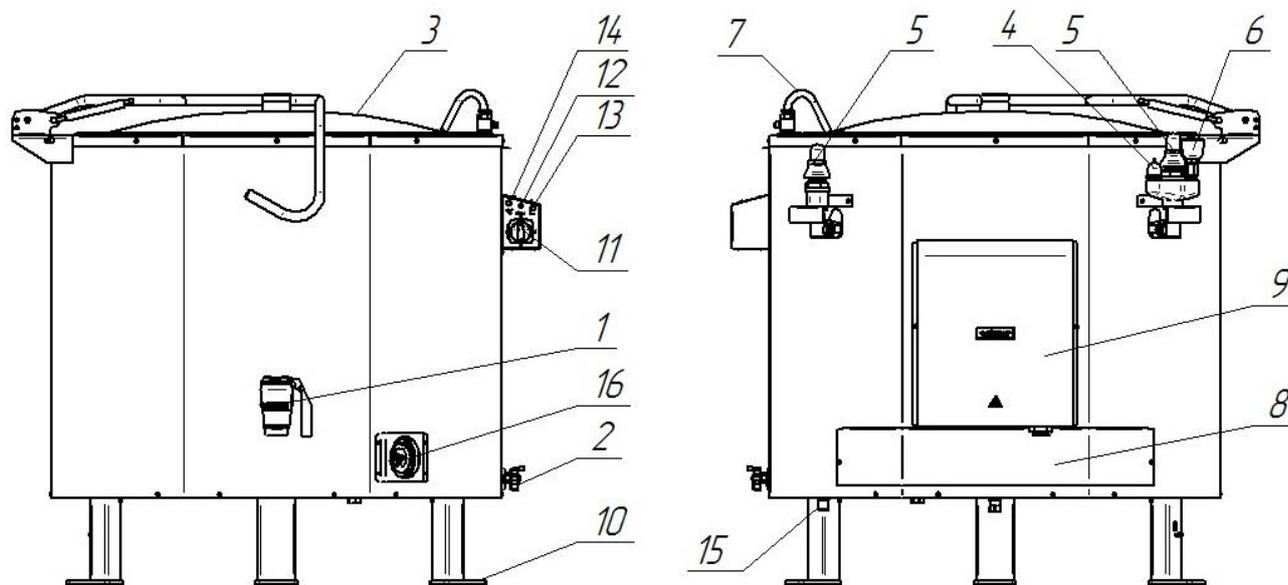

Рис. 1
Устройство котла приведено на рис. 1.
Уровень воды, заливаемый в парогенератор через заливную воронку (рис. 1 поз. 6), контролируется краном уровня (рис. 1 поз. 2).
Защиту ТЭНов от «сухого хода» обеспечивает блок управления (рис. 1 поз. 9) при помощи двух датчиков контроля уровня воды в парогенераторе. Блок управления, по сигналу полученному от датчиков контроля уровня воды, формирует команду на включение и выключение цепей управления и индикации. Под термином «сухой ход» принято понимать положение, при котором ТЭНы вследствие понижения уровня воды в «рубашке» оказываются полностью или частично погружены в воду.
Защита ТЭНов от «сухого хода» осуществляется следующим образом: при понижении уровня воды ниже датчиков контроля уровня воды в парогенераторе блок управления формирует сигнал на отключение цепи питания пускателей КМ1...КМ3 и формирует сигнал на зажигание сигнальной лампы «Сухой ход» (рис. 1 поз. 14).
Вода в варочный сосуд подается через кран залива (рис. 1 поз. 7).
Слив содержимого из варочного сосуда производится через сливной кран (рис. 1 поз. 1). Отверстие к сливному крану, расположенное внутри сосуда, закрывается съемным фильтром.
Варочный сосуд сверху закрыт крышкой (рис. 1 поз. 3) Крышка варочного сосуда фиксируется в открытом положении при помощи газовых пружин.
Котел устанавливается на ножки (рис. 1 поз. 10).
Заливная воронка с краном служит для залива воды в паровую «рубашку» (рис. 1 поз. 6). Для предотвращения чрезмерного повышения давления в пароводяной «рубашке» установлены два предохранительных клапана (рис. 1 поз 5), которые срабатывают при превышении давления в «рубашке» (50 ± 65) кПа ($0,50 \pm 0,65$ кгс/см²). Для предотвращения создания чрезмерного разрежения установлен вакуумный клапан (рис. 1 поз. 4), который срабатывает при создании разрежения в пароводяной «рубашке» более 0,01 кгс/см².
Для регулирования давления внутри «рубашки» предусмотрен электроконтактный манометр. Электроконтактный манометр расположен на панели управления (рис. 1 поз. 16) и настроен на верхнее рабочее давление 0,60 кгс/см² и нижнее рабочее давление 0,45 кгс/см². При достижении верхнего рабочего давления внутри «рубашки» электроконтактный манометр выдает сигнал на блок управления. В свою очередь блок управление формирует команду на отключение всех ТЭНов. ТЭНы находятся в отключенном состоянии, пока давление внутри «рубашки» не достигнет нижнего рабочего давления.
- сигнальная лампа «Сеть» (рис. 1 поз. 13, белый светофильтр);
- сигнальная лампа «Работа» (рис. 1 поз. 12, оранжевый светофильтр);
- сигнальная лампа «Сухой ход» (рис. 1 поз. 14, красный светофильтр);
- переключатель мощности (рис. 1 поз. 11).
Регулирование величины мощности нагрева котла производится установкой ручки переключателя (рис. 1 поз 11) в положение «1», «2», «3», что соответствует слабому, среднему и сильному нагреву. Отключение нагрева производится установкой ручки переключателя в положение «0».